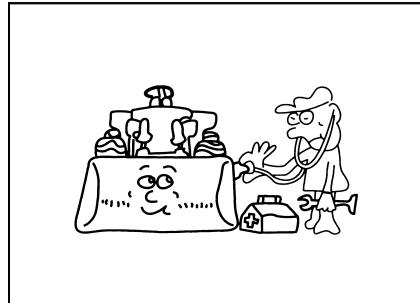

Рис.1-18
- Перед и после эксплуатации следует точно проводить разные проверки, например: проверить все защитные устройства на нахождение ли в безопасном состоянии; проверить шины на отсутствие износа, давление в шинах на нормальность. Течь масла, течь воды, деформация, ослабление и ненормальные звуки являются скрытой опасностью возникновения дефектов и серьезной аварии, поэтому следует регулярно проверять(рис. 1-18)..